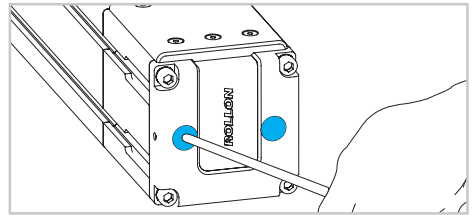

Fig. 9
- 9) Retirer les vis du tendeur de la courroie (Fig. 9).